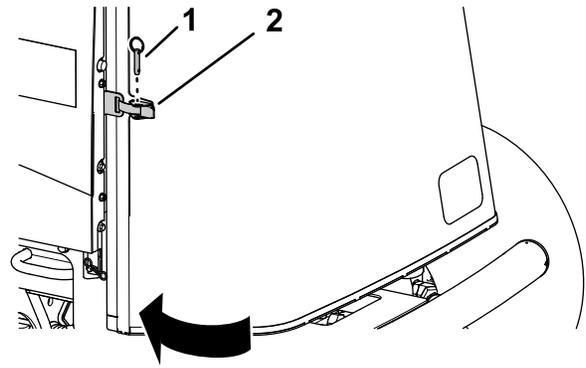

Figura 103
1. Chiudete e bloccate la griglia (Figura 103).